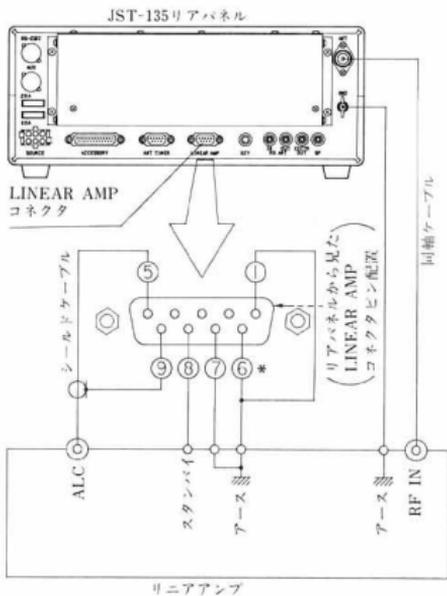

図6.24 リニアアンプの接続
当社リニアアンプJRL-1000を使用する場合には、コントロールケーブルCFQ-3015(オプション)をJST-135リアパネルのLINEAR AMPコネクタ⑤に接続してください。またJRL-1000以外のリニアアンプの接続は図6.24をごらんください。この場合には市販のDサブコネクタ(9Pプラグ)をお求めください。